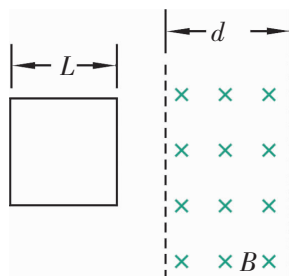

图 1-14
14. 如图 1-14 所示, 边长为  $L$  的闭合正方形线框的电阻为  $R$ , 以速度  $v$  匀速穿过宽度为  $d$  的有界匀强磁场, 磁场方向与线圈平面垂直, 磁感应强度为  $B$ .